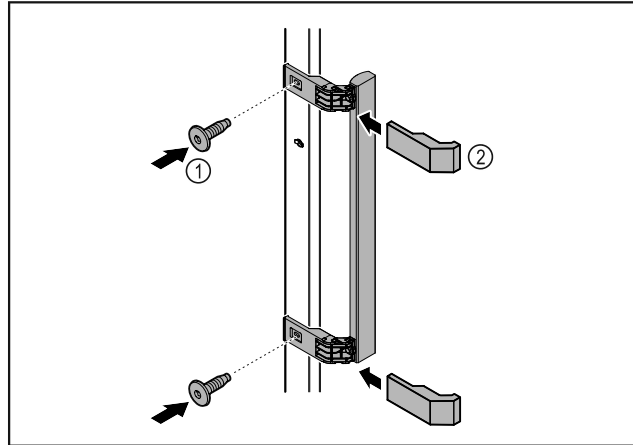

Fig. 9
- Montare sulla porta la maniglia contenuta nella confezione con le viti annesse Fig. 9 (1).
- Applicare la copertura Fig. 9 (2).